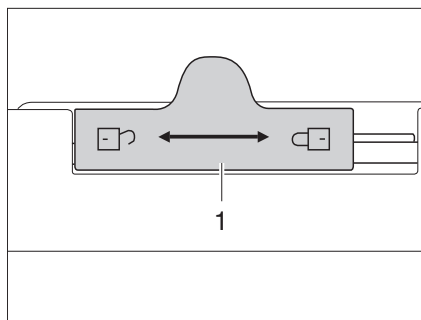

Fig. 139 Dispositif de verrouillage de la porte du réfrigérateur (Dometic Série 7)
- Pousser le dispositif de verrouillage (Fig. 139,1) vers la gauche .
- Pousser le dispositif de verrouillage (Fig. 139,1) complètement vers la droite .